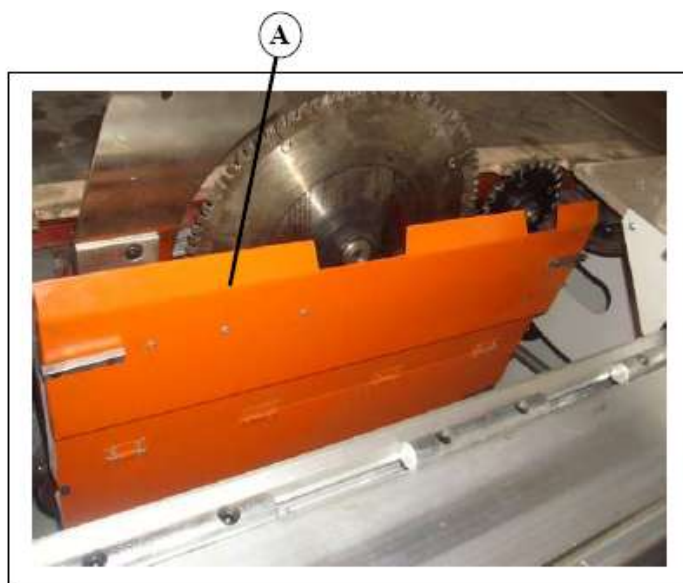
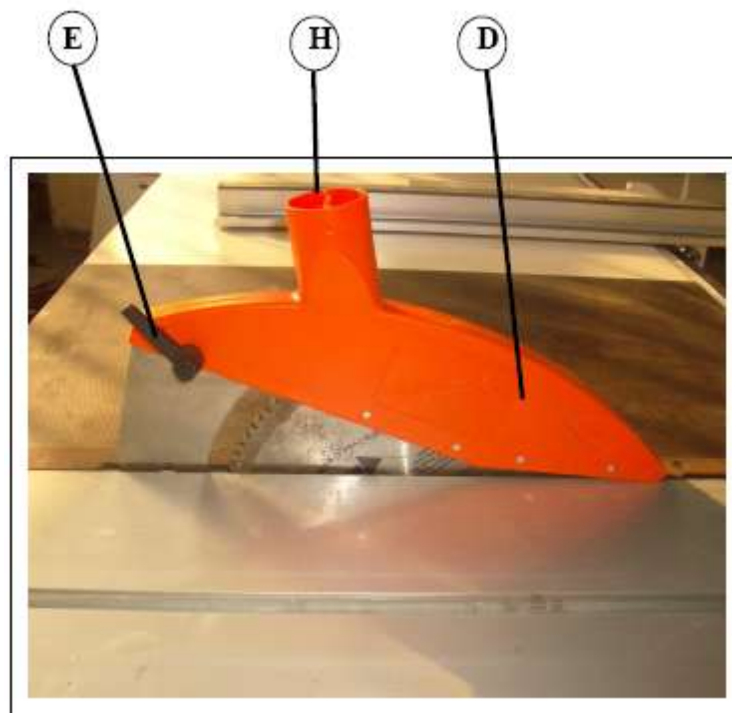

Рис. 4.13
Рис. 4.14
Защитный кожух пилы А (рис. 4.13) крепится к расклинивающему ножу с помощью ручки Е (рис. 4.14).
Подсоедините выходной патрубок Н (рис. 4.14) к опоре, используя поставляемый шланг.
- Прижмите рукоятку Е (рис. 4.14) для фиксирующего кожуха D (рис. 4.14) в желаемое положение.